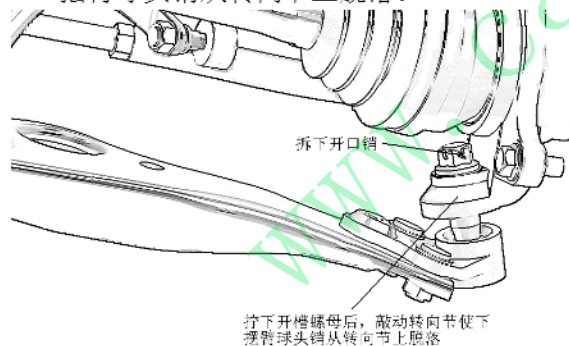

图 8.5-8
- (1) 旋转转向盘以便移动相应前轮至最小侧位置。
- (2) 如图 8.5-8 所示，从球头螺柱上拆卸开口销。拆下开槽螺母，敲动转向节使下摆臂球头销从转向节上脱落。